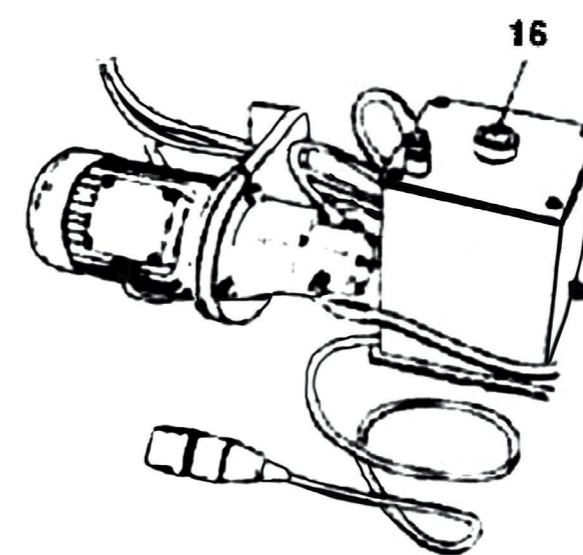

Рис. 20.
4. Регулярно проверяйте уровень и качество масла в баке (рис. 20). При необходимости долейте гидравлическое масло #30. Регулярно добавляйте смазку #320 в коробку передач. Уровень масла должен быть выше середины смотрового окна для его контроля.